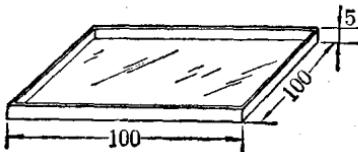

图 1-3 油槽
1. 油槽：如图 1-3 所示，用紫草绒（可以在中药店里买到）或环氧树脂把裁好的玻璃粘成一个边长为 100 毫米，深为 5 毫米的正方形玻璃槽，作为油槽。粘合前，先将紫草绒加